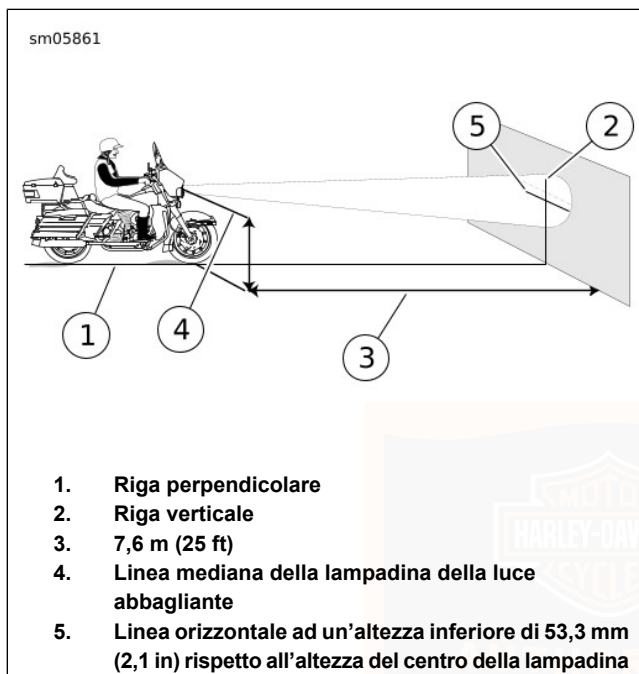

Figura 65. Controllo dell'allineamento del faro anteriore
Vedere Figura 65. Per farsi aiutare nel corretto posizionamento della motocicletta, si può tracciare una riga perpendicolare (1) sul pavimento. Per risultati ottimali, scegliere una zona scarsamente illuminata.
3. Tracciare una riga verticale (2) sulla parete.
2. Regolare il fascio di luce fino a quando esso è centrato come mostrato in Figura 65.